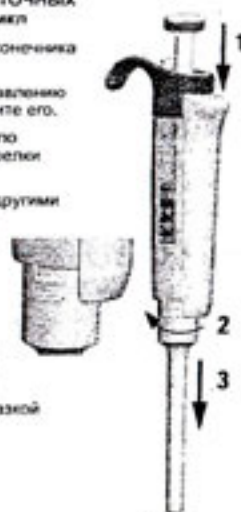

Рис. 9
1. Отожмите вниз удалитель наконечника (рис. 9).